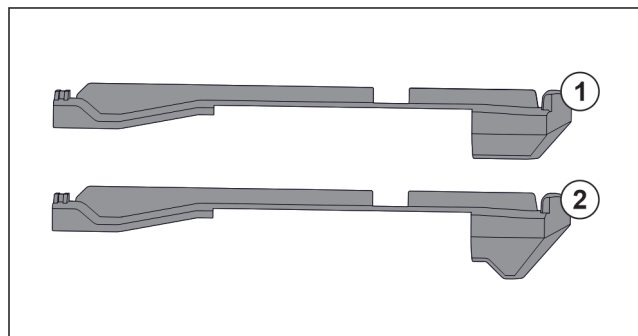

Fig. 220 Сравнение вставных частей
В устройстве находятся две разные вставные части. Вставная часть над самым нижним выдвижным ящиком Fig. 220 (2) имеет треугольную кромку. Все прочие вставные части Fig. 220 (1) имеют прямую кромку.
- ▶ Установите вставную часть Fig. 220 (2) с треугольной кромкой над самым нижним выдвижным ящиком.
- ▶ Установите вставную часть Fig. 220 (1) с прямой кромкой на все прочие места.